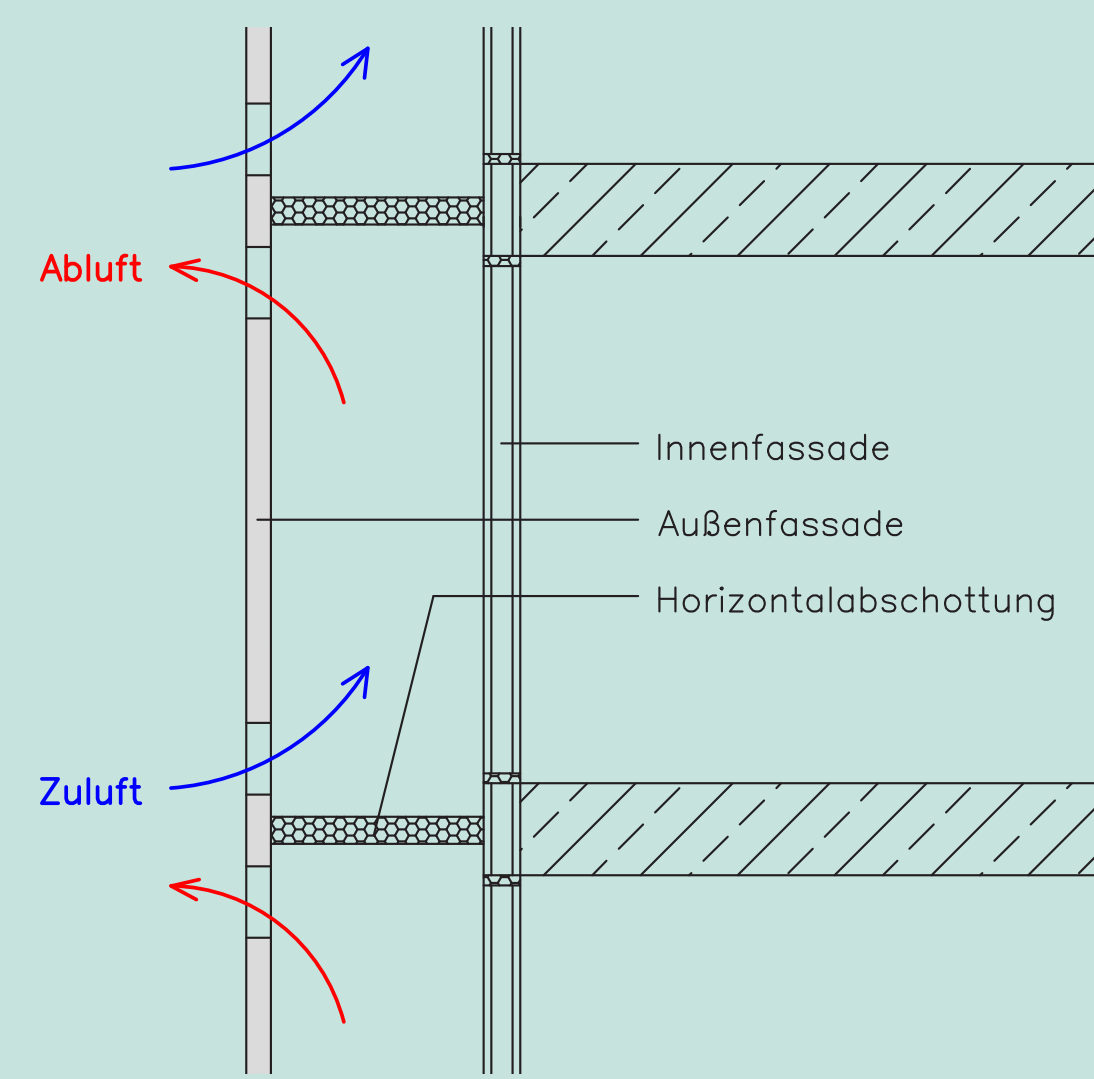

Abb. 12 - Funktionsskizze einer Kastenfenster-Fassade
- 1) **Kastenfenster-Fassaden** (Abb. 12)